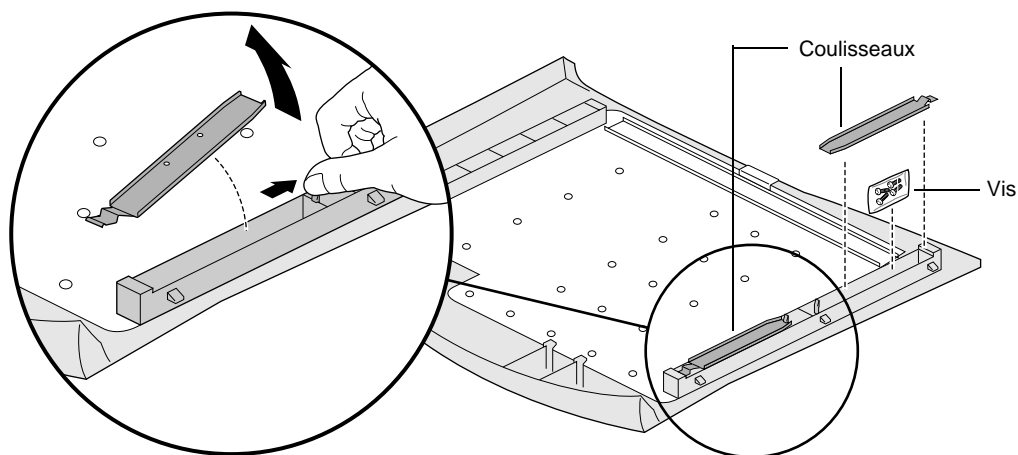

Figure 4-2 Retrait des coulisseaux du panneau latéral
- Si vous ne remplacez pas un lecteur, ôtez les deux coulisseaux du panneau latéral, comme indiqué à la Figure 4-2. Retirez également les vis du bord inférieur droit de ce panneau.
6. Si vous ne réinstallez pas le lecteur, retirez les coulisseaux et stockez-les à l'intérieur du volet latéral du système (reportez-vous à la Figure 4-2). Si vous installez un autre lecteur, fixez ces coulisseaux sur le nouveau lecteur (reportez-vous à la section « Installation d'un lecteur de support amovible », page 33).
8. Prenez quatre vis dans le sac situé à l'intérieur du panneau latéral. (Reportez-vous à la Figure 4-2.)